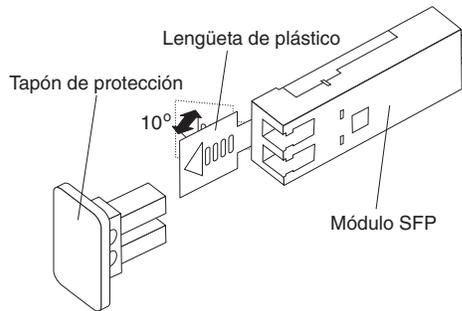

Figura 19. Desbloqueo de un módulo SFP (lengüeta de plástico)
- a. Desbloquee el módulo SFP estirando de la lengüeta de plástico hacia abajo con un ángulo de 10° (vea la Figura 19 en la página 26).